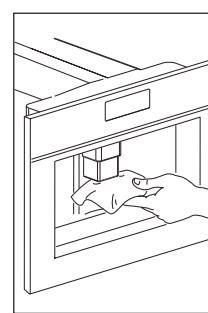

Fig. 36
- Curățați periodic duzile folosind un burete (Fig. 36).